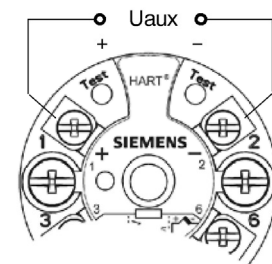

Рис. 8 Схемы подключения
- Подключение сенсора, см. рис. 8, стр. 18
Подключите провода вспомогательного питания к клеммам "1 (+)" и "2(-)", как показано на рис. 8, обеспечив при этом правильную полярность (устройство имеет защиту от обратной полярности).
Подключите амперметр к обеим контрольным клеммам "Test(+)" и "Test(-)", как показано на рис. 8; теперь можно увидеть ток 4-20 мА.
| 3, 4, 5 и 6        | Сенсор (интерфейс см. рис. 8, стр. 18)                        |